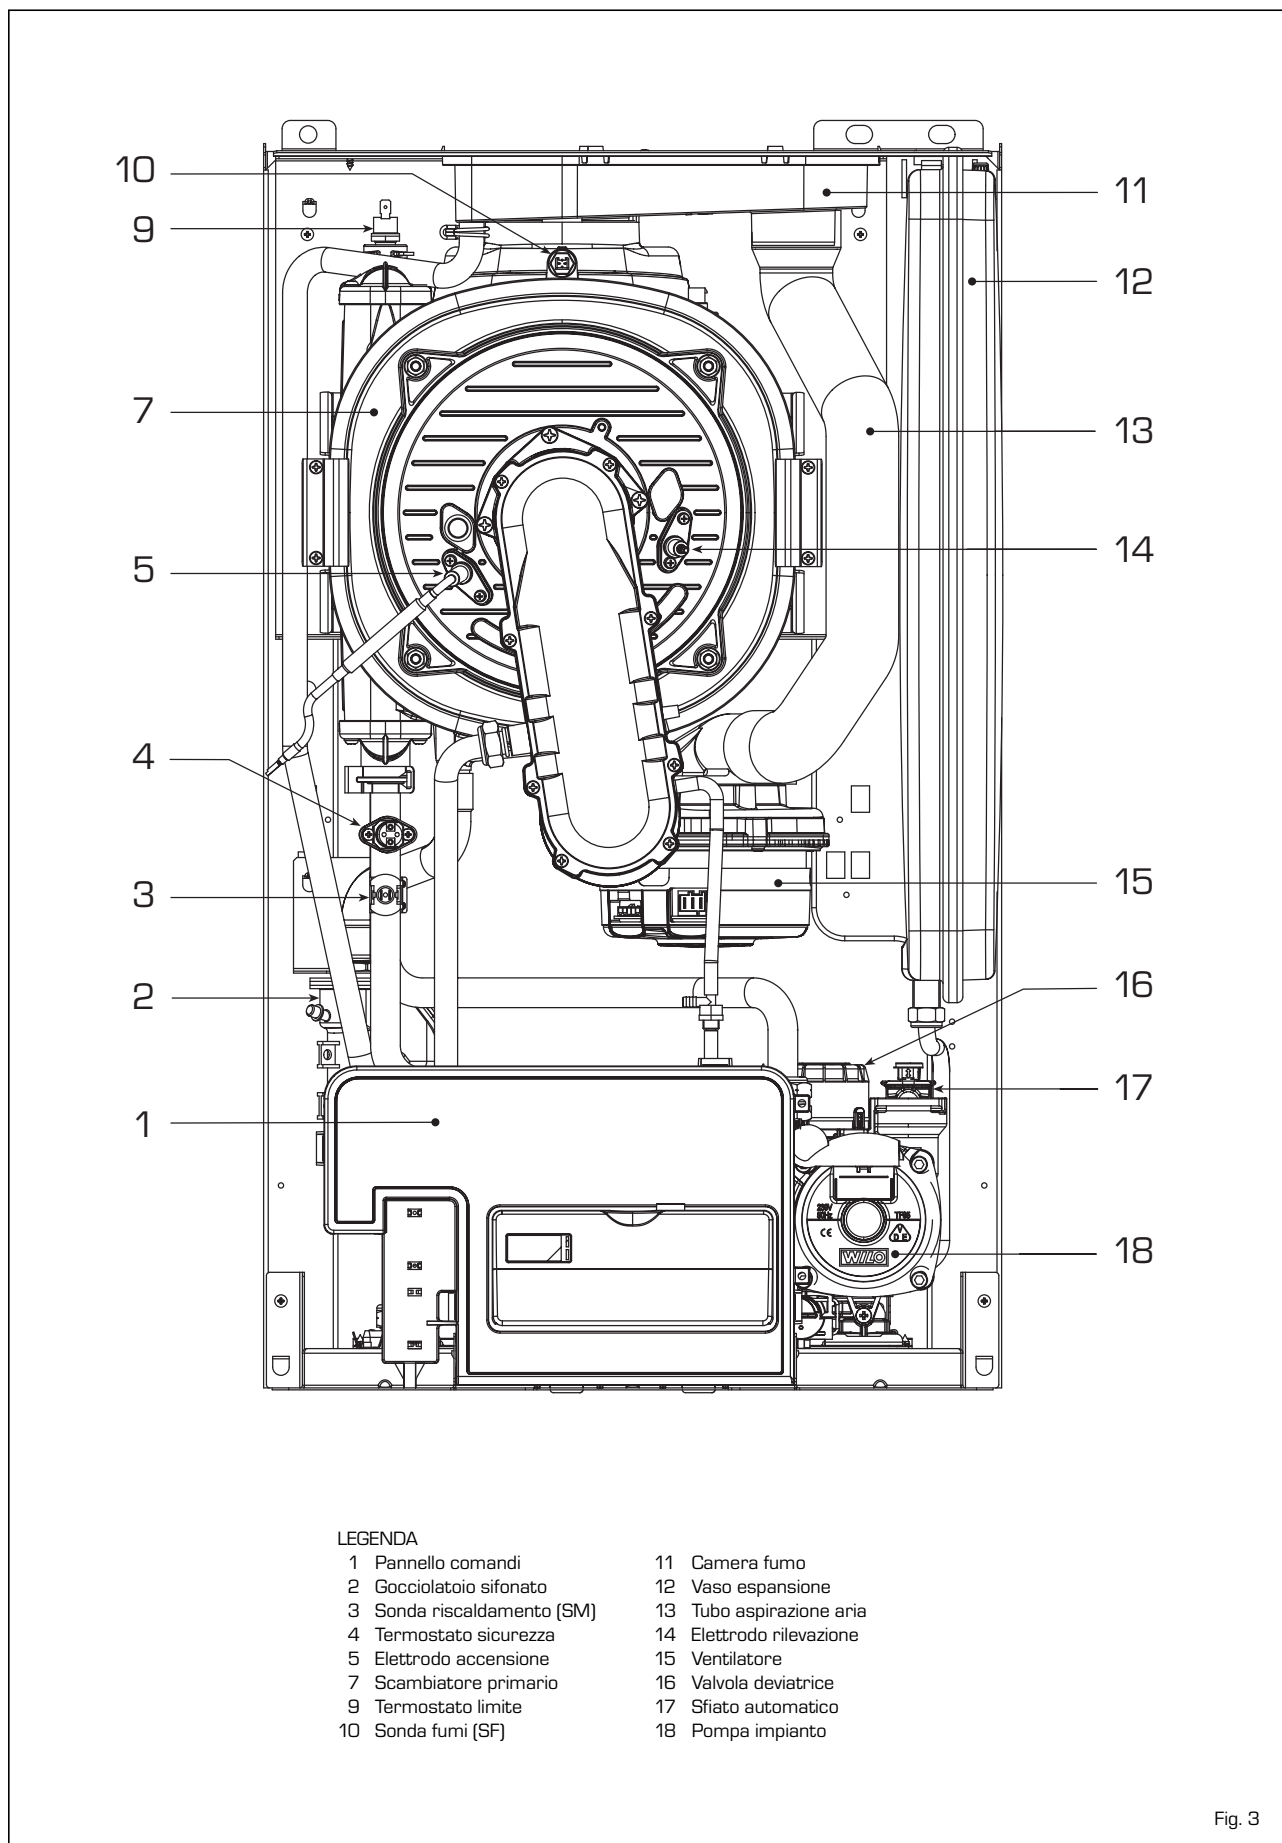

Fig. 3
1.5 COMPONENTI PRINCIPALI (fig. 3)